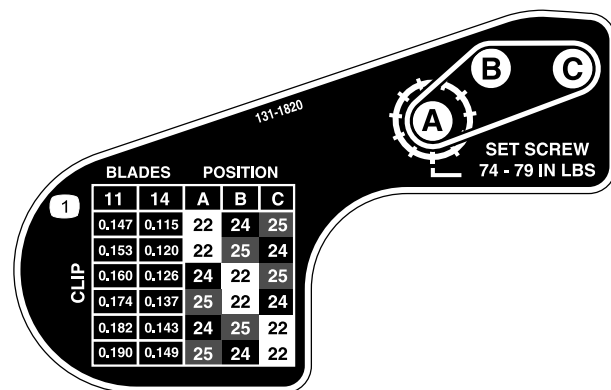

Рисунок 18
6. Используя таблицу, показанную на наклейке в Рисунок 18, определите нужную настройку срезания и какие шкивы необходимо переместить.
9. Установите каждый шкив в новой конфигурации, как показано на наклейке (Рисунок 18).